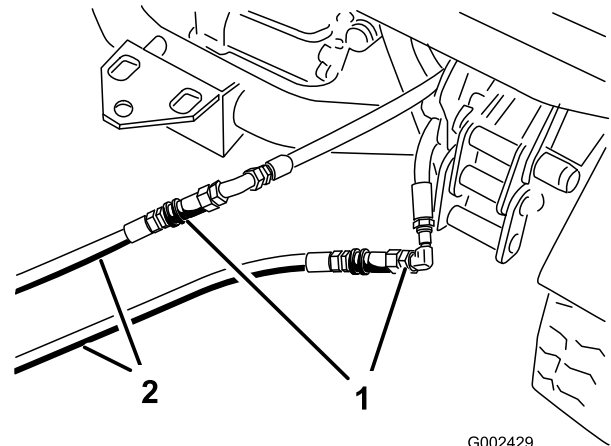

Figura 93
3. En la máquina inmobilizada, conecte las dos mangueras de interconexión a las mangueras que fueron desconectadas (Figura 93).